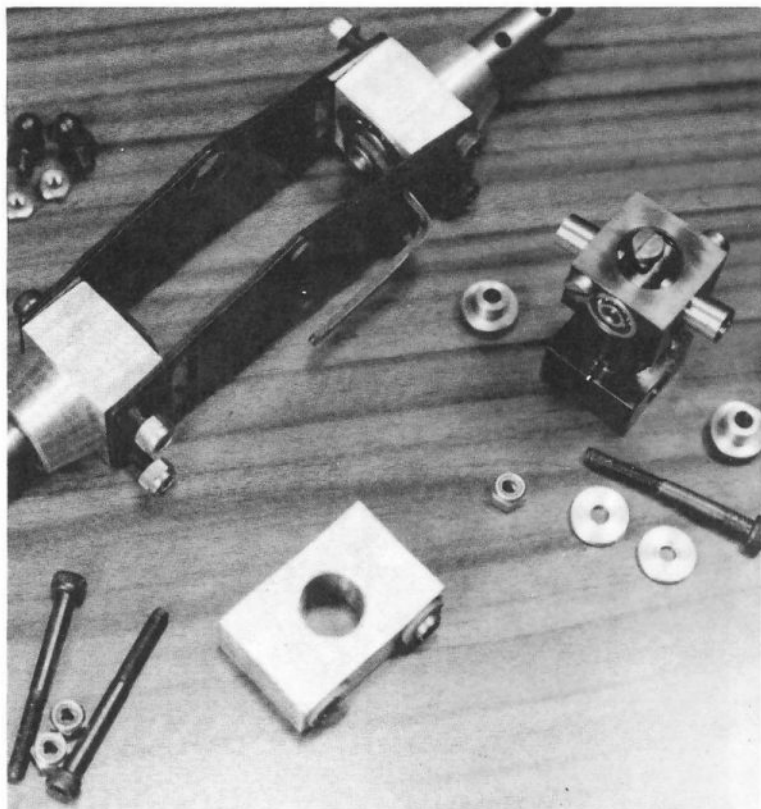

Bild Nr. 17
Wie in Bild Nr. 17 gezeigt, die fertig montierten Blattlagerkörper (555) mit je zwei Imbusschrauben M 3 x 3o und Stopmutter M 3 lose zwischen die Seitenbleche (551) schrauben. Dabei Steuerarme jeweils durch den Schlitz der Seitenbleche (551) stecken.